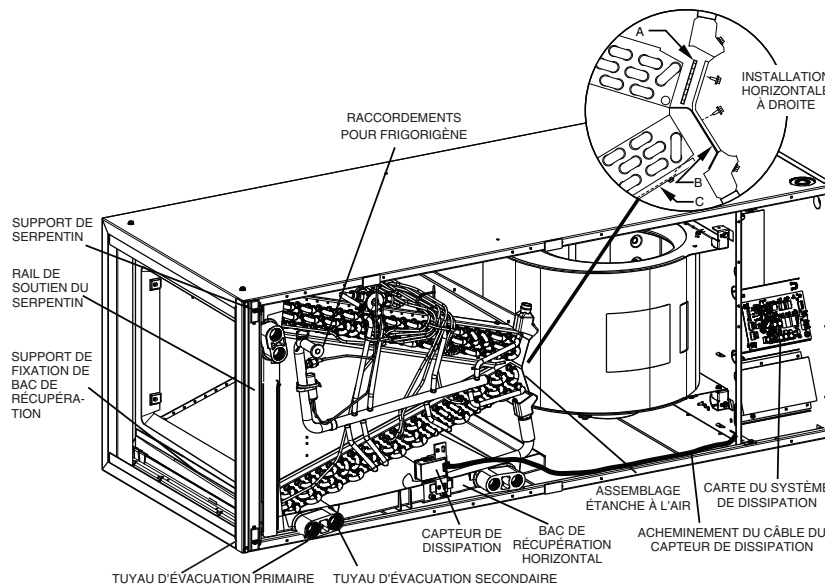

Figure 5 – Conversion en configuration à tirage horizontal à droite – Serpentin en A uniquement
1. Retirez les panneaux d'accès de la soufflante et du serpentin (Figure 5).
- a. Retirez l'ensemble d'étanchéité à l'air du serpentin en retirant les quatre vis (Figure 5).
- c. Retirez la plaque de substitution (A) et installez le répartiteur d'air (B) à la place de la plaque de substitution.
- d. Installez la plaque de substitution (A) comme illustré pour la configuration horizontale à droite.
- e. Enlevez les goulottes à condensats (C) et installez-les sur les plaques tubulaires opposées.
12. Rebranchez le faisceau de câblage du capteur en suivant l'acheminement indiqué (Figure 5).